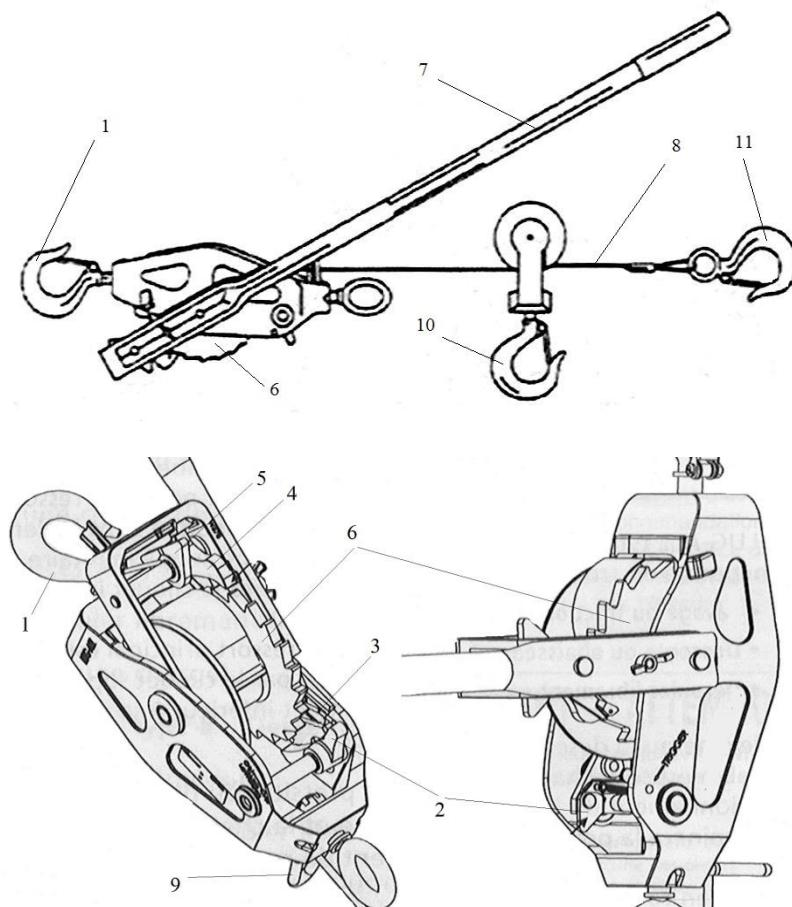

Рис.1. Лебедка ручная РТ 500
Основные элементы устройства схематично показаны на Рис. 1.
Барабан с зубчатым (храповым) колесом (6), на который наматывается трос (8) с подвижным крюком (11) на конце для крепления к грузу; Рукоятка (7) служит рычагом для приложения усилия, на ней закреплен толкатель (4), упирающийся в рабочем положении в один из зубьев храпового колеса (6). Благодаря предохранительной щеколде (5), толкатель (4) может быть зафиксирован в одном из двух положений: либо толкатель упирается в зуб храпового колеса (как показано на рис. 1), либо он выведен из зацепления с храповым колесом и с ним не контактирует.